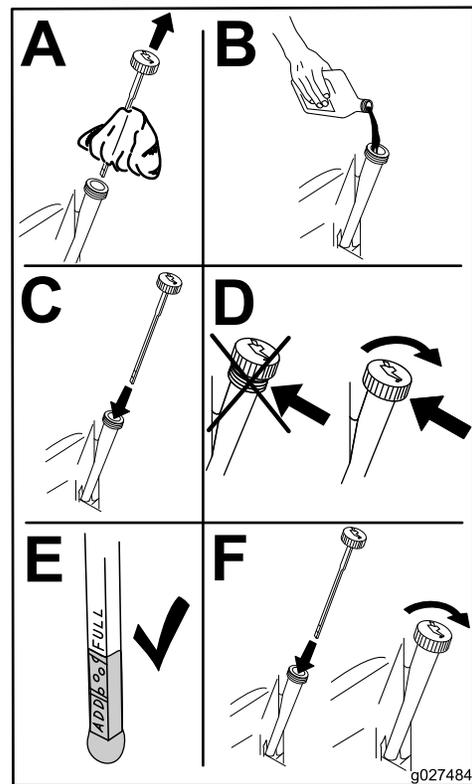

Figura 30
6. Vierta lentamente un 80% aproximadamente del aceite especificado por el tubo de llenado, luego añada lentamente el resto del aceite hasta que llegue a la marca de **Lleno** (Figura 30).